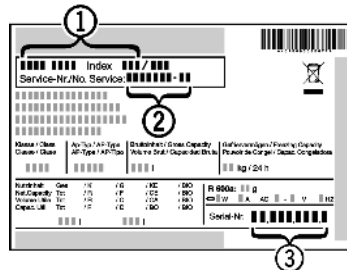

Fig. 7
- ▶ A készülék megnevezését *Fig. 7 (1)*, a szerviz- *Fig. 7 (2)* és sorozatszámot *Fig. 7 (3)* a típustábláról olvassa le. A típustábla a készülék belsejében baloldalon található.
- ▶ Értse a vevőszolgálatot a hibáról, és adja meg nekik a készülék megnevezését *Fig. 7 (1)*, a szerviz- *Fig. 7 (2)* és a sorozatszámot *Fig. 7 (3)*.